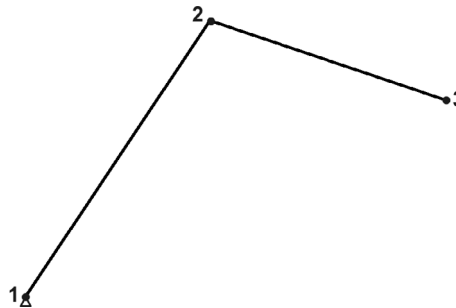

Рис. 59.3.
- 2.1. Нажмите кнопку **Отрезок** и постройте отрезки 1–2 и 2–3 (рис. 59.3). Никаких определенных размеров задавать не нужно. Постарайтесь соблюсти приблизительные пропорции. Начальную точку 2 отрезка 2–3 введите, используя привязку **Ближайшая точка**.